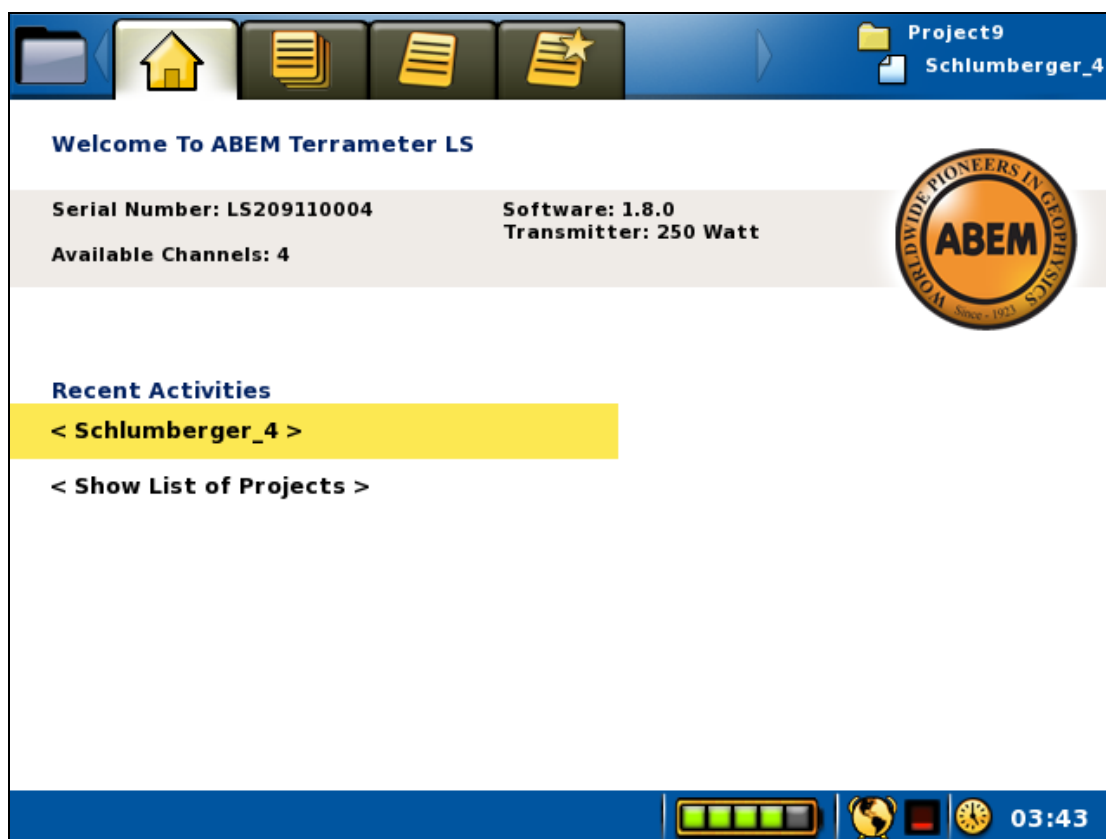

Figura 8. La Vista de Inicio
Al iniciar el Terrameter LS aparecerá la *Vista* de “*Projects/Welcome*” (Figura 8). En esta *Vista* se muestran el número de serie del Instrumento, el número de canales de medición, el poder del transmisor y la versión del software. Además el nombre de la actividad más reciente se muestra en la esquina superior derecha de la *Pantalla*.
- De otra manera si el *proyecto* activo no tiene *Tarea (Task)* entonces el nombre de la *tarea (Task)* activa aparecerá. (Ver Figura 8). Por ejemplo, Presionando <Ok> cambiara en este caso a la *vista Medición/Progreso (Measure/Progress)* de esta *tarea*. Esta *Vista* esta explicada en el capitulo 6.9.1